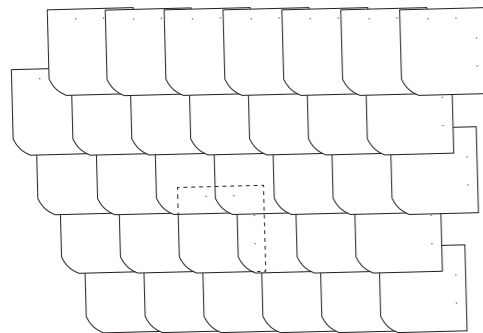

Abbildung 12
- 1.4 Die **UNIGENIAL** Rundbogen Schablone ermöglicht bedingt durch ihren symmetrischen Aufbau, die Linksdeckung, die Rechtsdeckung oder die **UNIGENIAL** Deckung (Abb. 12, 13, 14, 15a und 15b).
- 2.1 Die Decksteine sind mit hängender Ferse zu verlegen (Abb. 12 und 13). Ein Fersenversatz ist nicht erforderlich.